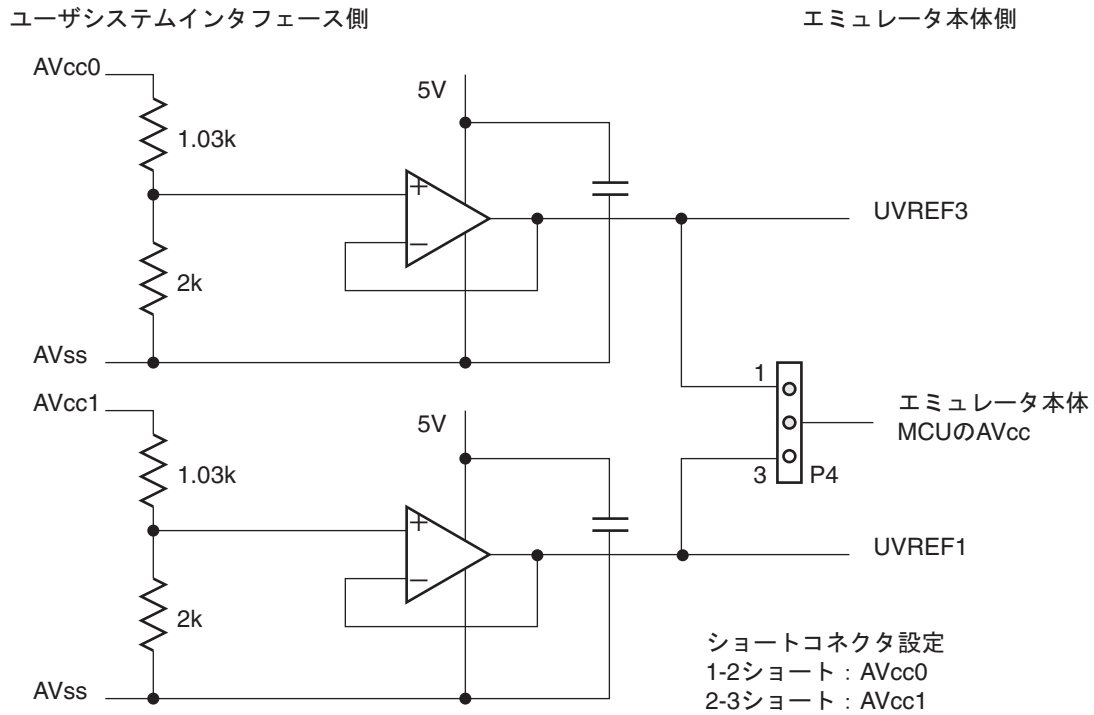

図13 Avcc0、Avcc1 電源のレベルシフト回路
- (6) ユーザシステムインタフェースケーブル上にAVcc0、AVcc1電源のレベルシフト回路を搭載しています。図13にAVcc0、AVcc1電源のレベルシフト回路を示します。出荷時設定は、P4の1ピン、2ピン側にショートピンが挿入されています。ターゲットデバイスとエミュレータとの相違点の詳細は、エミュレータのユーザーズマニュアル(HS1650EPH60HJ)を参照してください。また、AVcc0、AVcc1の入力電圧範囲は、H8SX/1520グループハードウェアマニュアルを参照してください。